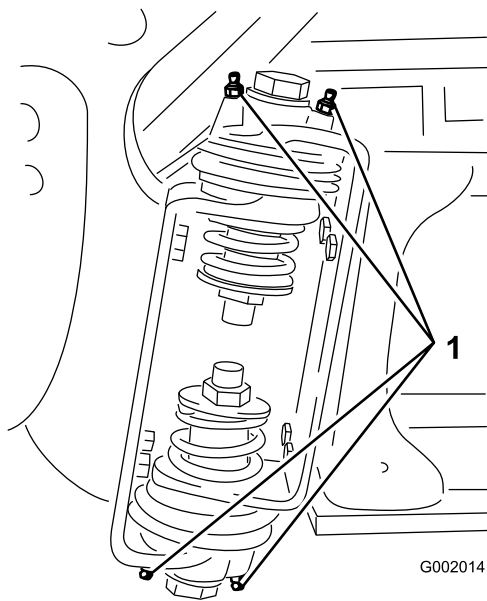

Bild 64
2. Pressen Sie Fett in die Lager oder Büchsen jedes Anschlussstückes (Bild 64).